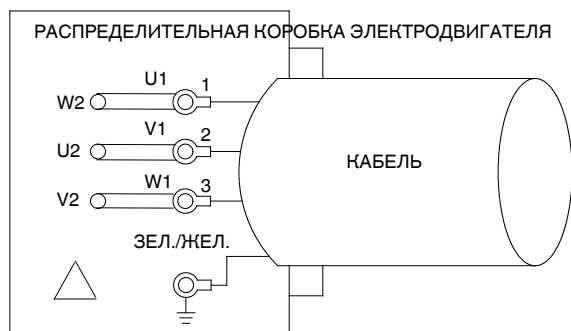

Рис. 7 Подключение проводки узла привода
1. См. рис. 7. Вывернуть винты (1) и снять шайбы (2) крепления кожуха электродвигателя (3).